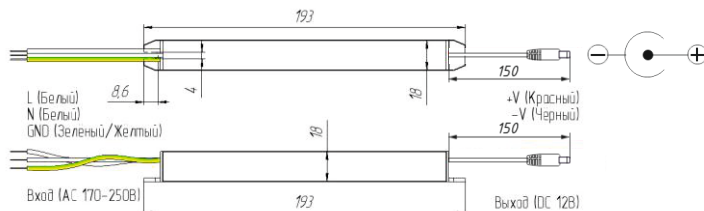
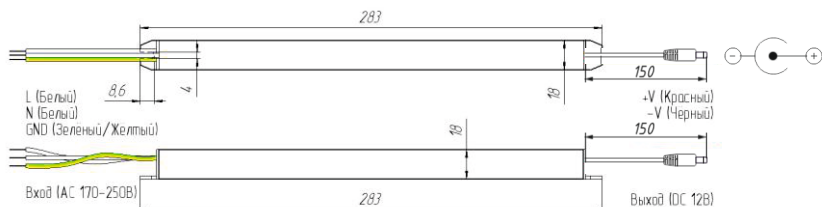

Рисунок 1 – Габаритные размеры блока питания Geniled GL-12V24WM20 Slim.
Рисунок 3 – Габаритные размеры блока питания Geniled GL-12V48WM20 Slim.
- В некоторых моделях (см. рис. 1 и рис. 3) возможно подключение нагрузки при помощи разъема питания на конце проводов. При необходимости, его можно удалить и подключить нагрузку проводами, соблюдая полярность.
4. 6. 5. Подключите входные провода блока питания к обесточенной электросети, соблюдая маркировку (см. рис. 1 - 9).